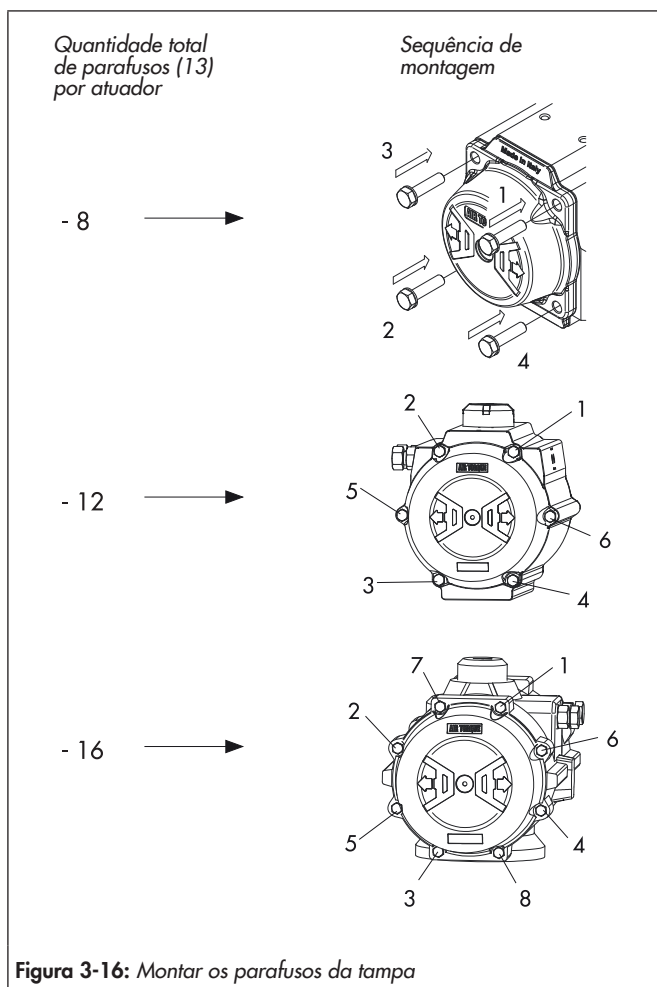

Figura 3-16: Montar os parafusos da tampa
⇒ Observar a sequência de instalação, ver Figura 3-16.
- ⇒ Montar a tampa no corpo (29).
- ⇒ Finalizar o aperto dos parafusos (13), apertar cada parafuso uma volta pela sequência indicada, ver Figura 3-16.